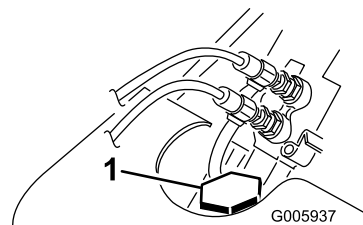

Figura 38
3. Retire el tapón del radiador y compruebe el nivel del refrigerante (Figura 38).